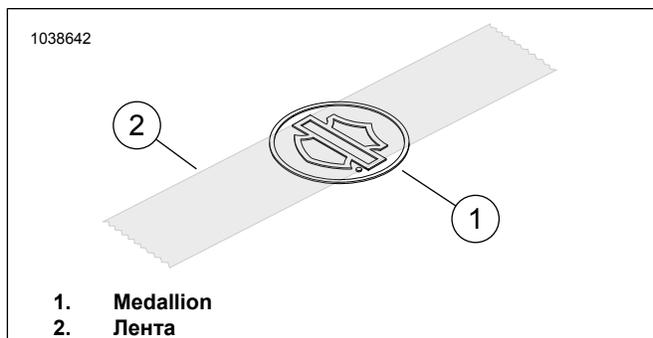

Рисунок 1. Прикрепите ленту на медальон
2. См. Рисунок 1. Поместите 7 см кусок маскирующей ленты по центру медальона Bar and Shield.